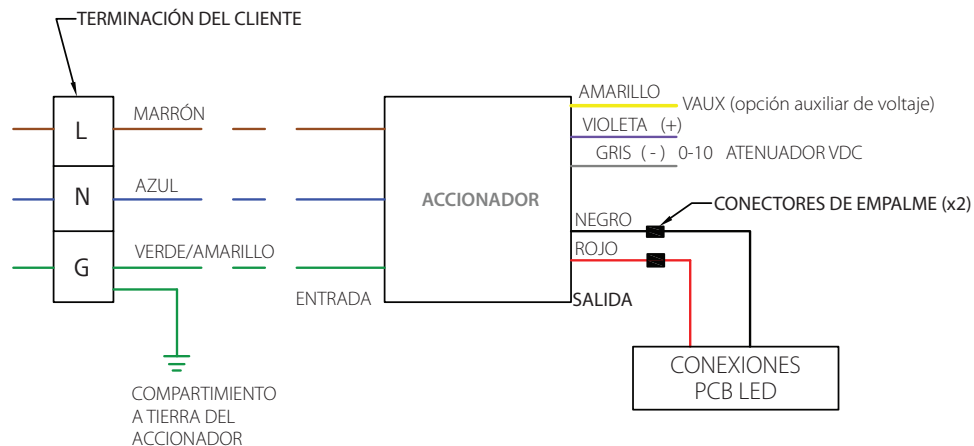

FIGURA 2
- Cierre todas las entradas no usadas del conducto con los tapones de conducto proporcionados. Para evitar la rozadura y asegurar una impermeabilidad absoluta, lubrique los tapones del conducto con el lubricante HTL Crouse-Hinds de Eaton antes de la instalación, y asegure firmemente con la llave inglesa con al menos cinco (5) roscas completas acopladas (42-52 ft-lb para tapones de 3/4" y 58-68 ft-lb para tapones de 1").
- Conecte los cables de suministro a los cables conductores o bloques terminales según los diagramas de cableado adjuntos usando los métodos que cumplen con todos los códigos aplicables. Consultar la Figura 2. Apriete todas las conexiones eléctricas.
- Cierre la carcasa del accionador en el módulo de cobertura, asegurándose de que todos los cables se encuentren de manera segura dentro de la carcasa del accionador. Apriete el tornillo cautivo de cierre a 30 in-lb (3,4 N m). Asegúrese de que los dos (2) pernos se encuentren en la carcasa del accionador y en contacto con el módulo de la cubierta.